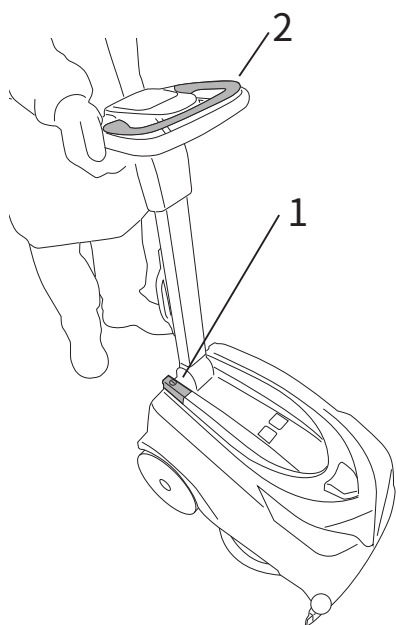
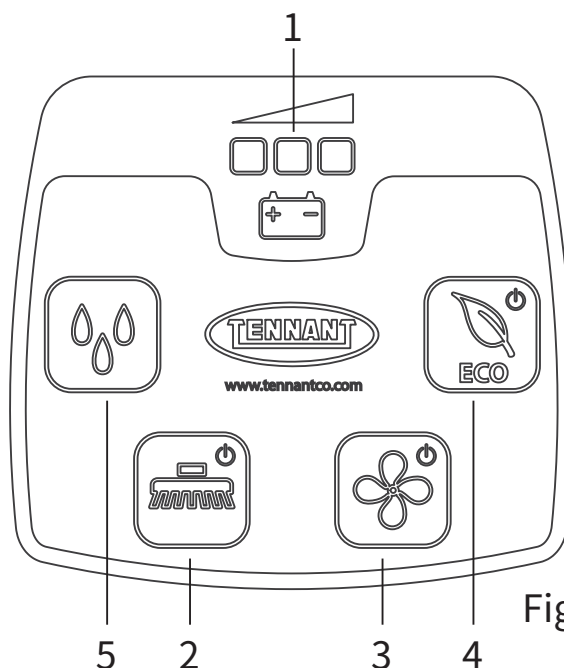

Fig.14
Fig.15
- メインスイッチ (図14、参照1)：本機のすべての機能との間で電力を接続・切断します。
- バッテリー充電インジケータ (図15、参照1)：赤色、黄色、緑色の3つのLEDで構成され、バッテリーの充電レベルを表示します。充電レベルの目安：
- ブラシコントロールボタン (図15、参照2)：「ブラシ」機能の操作を有効 (LED点灯)、無効 (LED暗色) にします。「ブラシコントロールレバー」 (図14、参照2) を操作するまで、ブラシは回転しません。
- 吸引制御ボタン (図15、参照3)：吸引モーターをオン (LED点灯)、オフ (LED暗色) にします。これは、スクラブ (こすった) 後に床を乾かすのに必要な真空を発生させます。モーターは「ブラシコントロールレバー」により有効化されている時にのみ作動します。
- 洗剤フローボタン (図15、参照5)：次の手順に従って、洗剤溶液のフローを有効化、無効化、または変更することができます。
- ECOボタン (図15、参照4)：ECO操作モードを有効 (LED点灯)、無効 (LED暗色) にします。